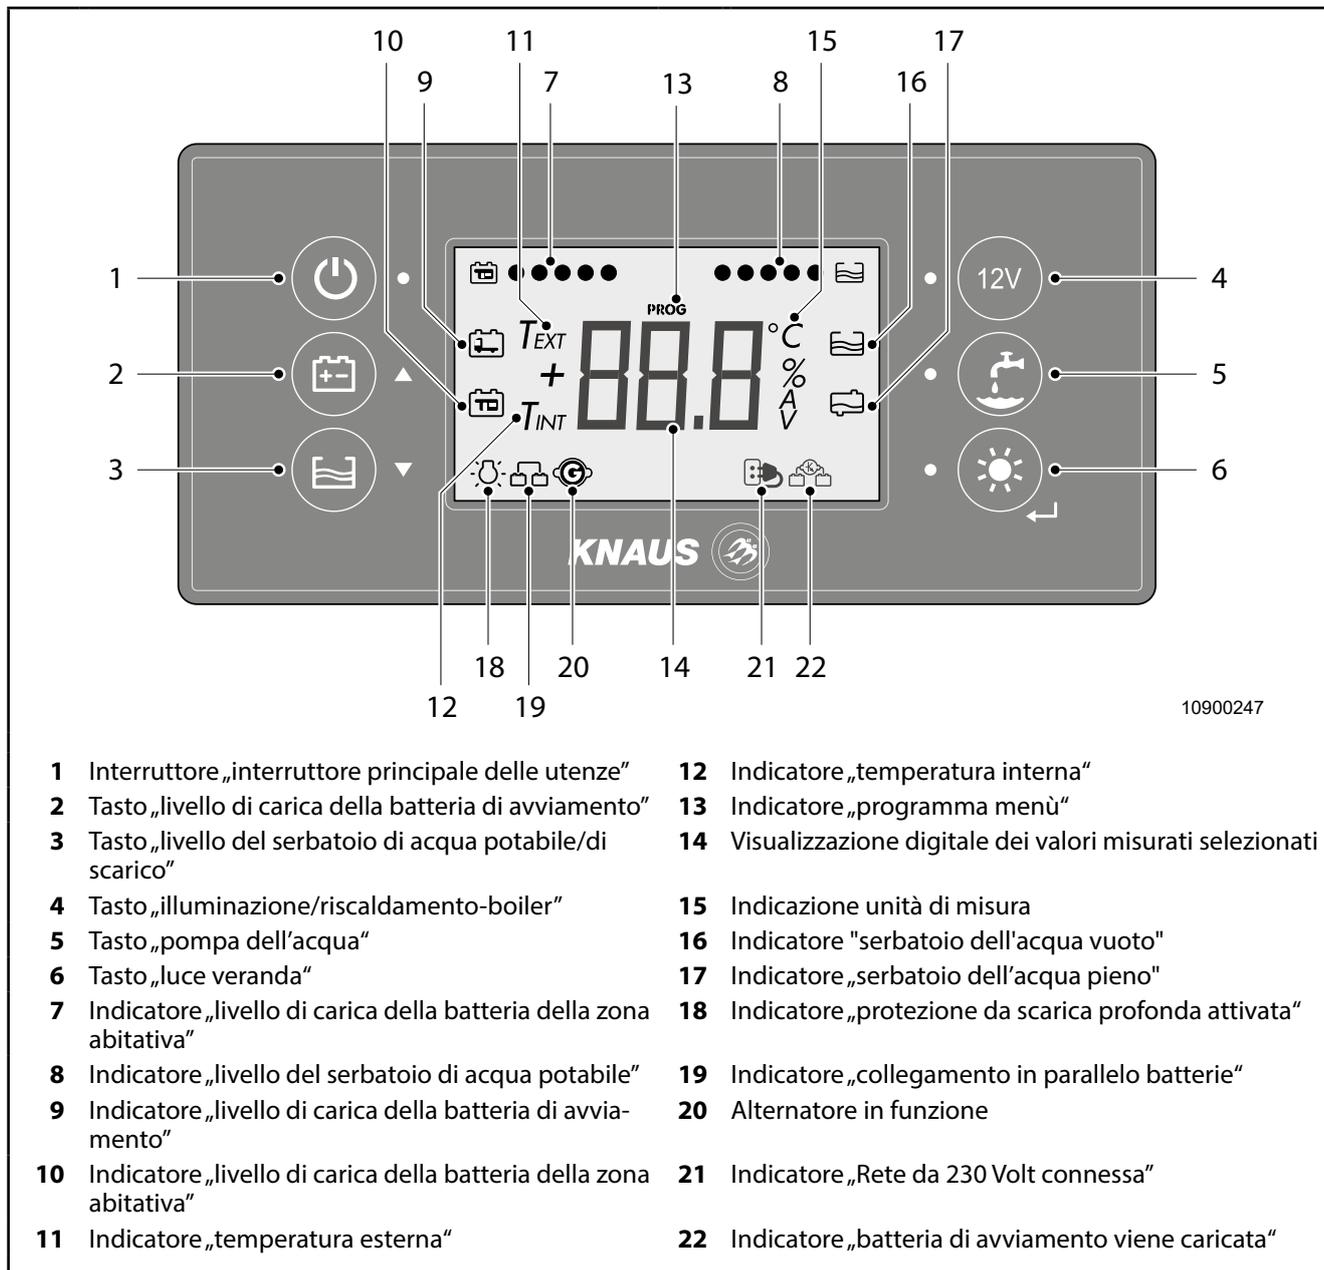

Fig. 39 Pannello di comando PC-210-KN
L'intero impianto da 12 Volt è attivabile tramite l'interruttore principale dell'unità elettrica (Fig. 37, pos. 3) posto sul pannello di comando (Fig. 39, pos.1). L'alimentazione elettrica del frigorifero e del riscaldamento a 12 Volt permane anche con impianto da 12 Volt spento.